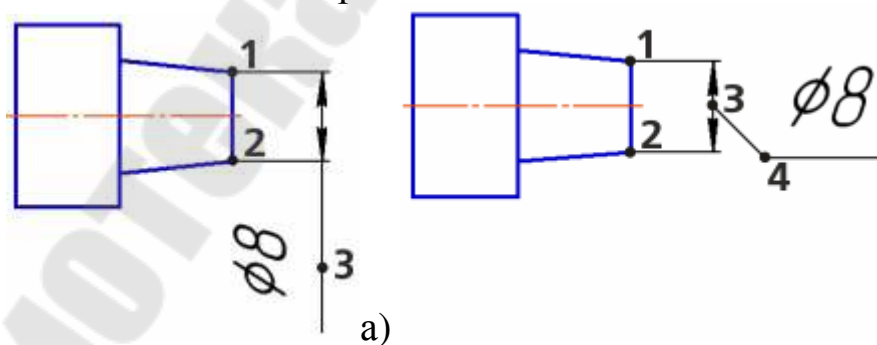

Рисунок 2.6 - Линейные размеры: а) с ручным размещением размерной надписи, б) на полке
- Если выбрано размещение размерной надписи на полке, то указанная точка определяет положение размерной линии и начало линии-выноски. В этом случае необходимо указать еще одну точку — точку начала полки (рис. 2.6). После указания этой точки создание размера автоматически завершается.